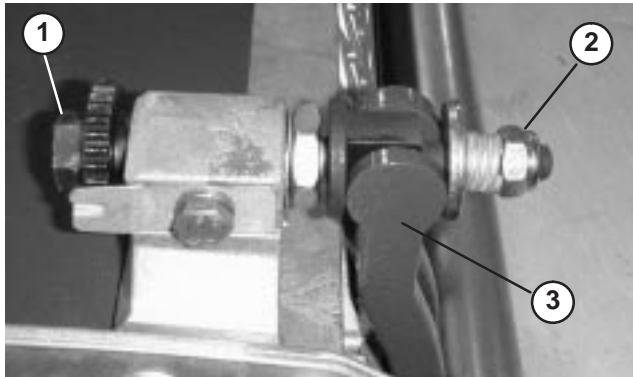

Bild 17
1. Drehen Sie die Einstellschraube des Untermesserträgers entgegen dem Uhrzeigersinn, damit sich der Abstand zwischen Untermesser und Spindel vergrößert (Bild 17).
2. Drehen Sie die Federspannungsmutter so weit hinaus, bis die Scheibe nicht mehr gegen den Untermesserträger angespannt ist (Bild 17).